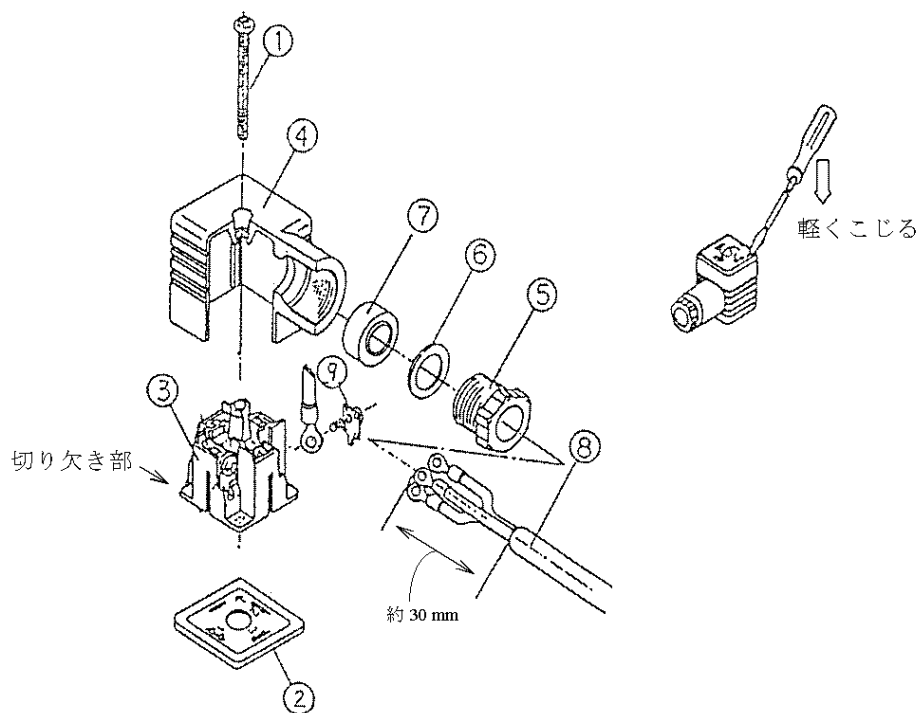

図 7 DINコネクタの構成
- (a) ねじ①を緩めてからコネクタをねじ①の方向に引っ張り、コイル本体からコネクタを取外してください。
- (b) ねじ①を抜き取ります。ガスケット②は無くさないように保管してください。
- (c) 端子台③の底の切り欠き部の隙間に、小形マイナスインスライバを差し込み、軽くこじりながら、端子台③からケース④を外してください。（P22の図7参照）
- (d) ケーブルグランド⑤を外し座金⑥とパッキン⑦を取り出してください。